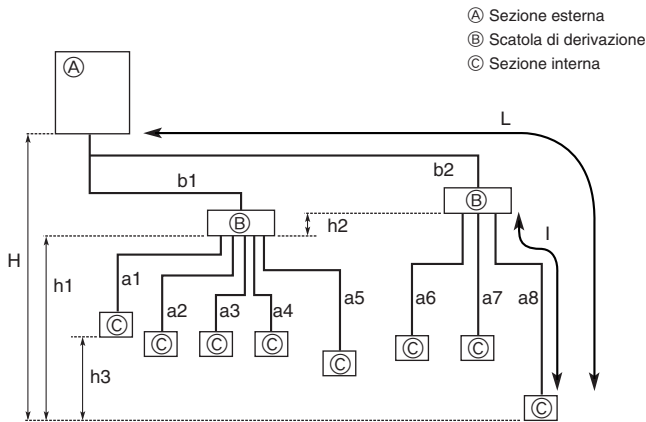

Fig. 5-1
5.2. Differenza lunghezza tubo e altezza (Fig. 5-1)